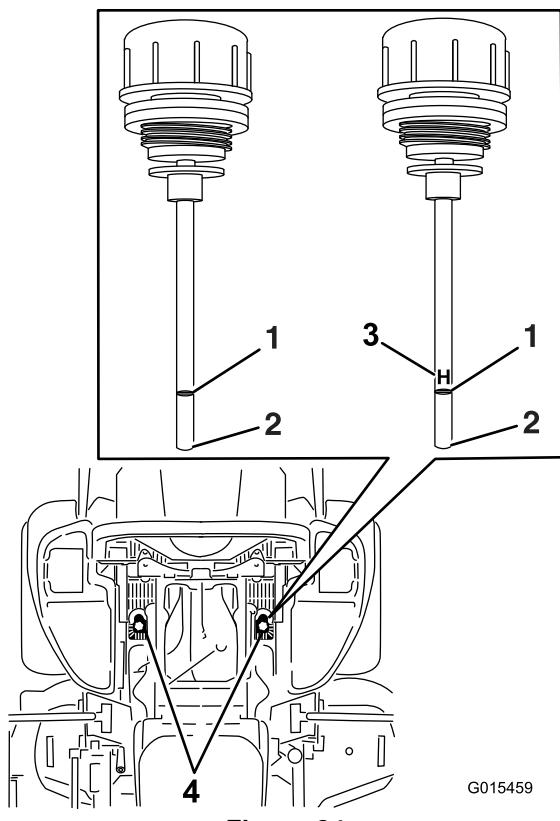

Figura 84
6. Limpie la zona alrededor de las varillas de los depósitos de los sistemas hidráulicos (Figura 84).
7. Retire una varilla del depósito de aceite hidráulico (Figura 84).
9. Retire la varilla e inspeccione el extremo (Figura 84). Si el nivel de aceite está en la marca Add (añadir), vierta lentamente en el depósito hidráulico sólo la cantidad de aceite necesaria para que el nivel llegue hasta la marca de Lleno o H.